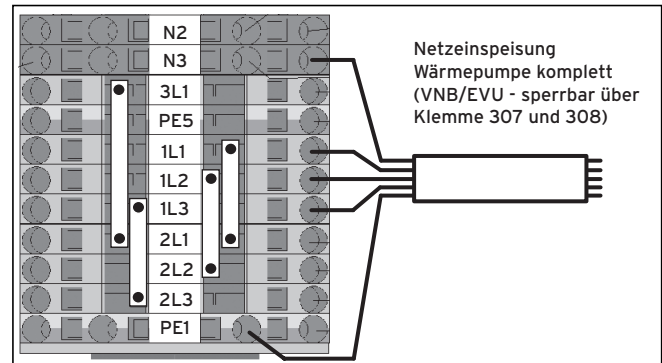

Abb. 8.1 Netzzanschlussklemme ungesperrte Netzeinspeisung (Anlieferungszustand)
- Verbinden Sie die Netzzanschlussleitung mit den entsprechenden Anschlüssen der Netzzanschlussklemme je nach Tarif (siehe Abbildung 8.1 bis 8.3).